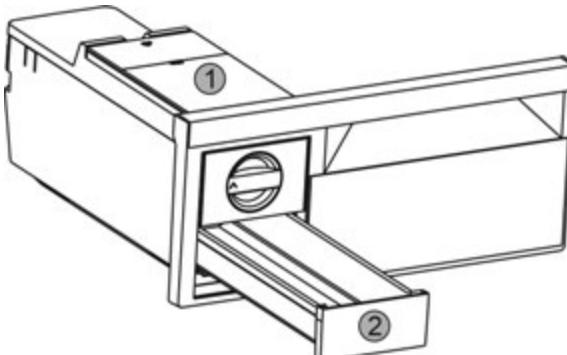

Fig. 46
- Зняти бак для води Fig. 46 (1) та висувний ящик для виробництва кубиків льоду Fig. 46 (2).